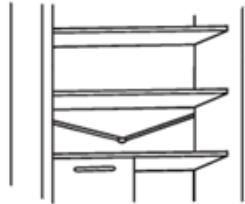

Fig. 19
- Hold afløbsslangen (fig. 19) i køleskabet ren, så den ikke fyldes med vand.